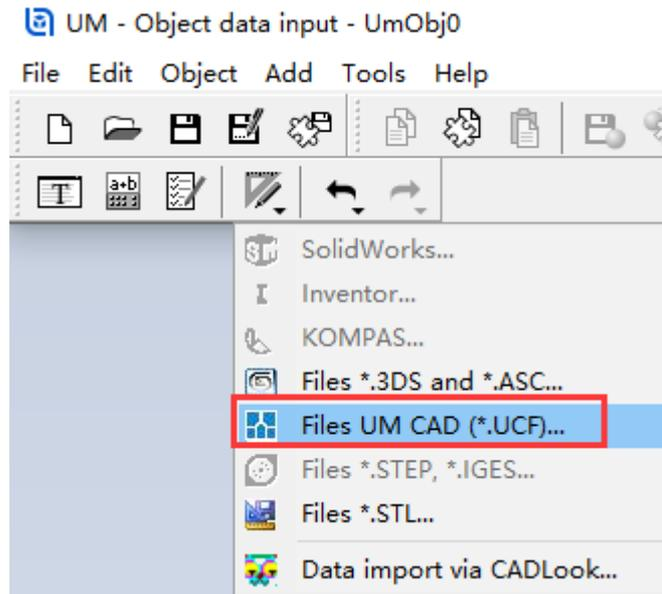

图 067-12
5、按图 067-12 所示(Import from CAD-Files UM CAD), 打开*.ucf 格式文件, 保存几何模型为*.img 格式即可。